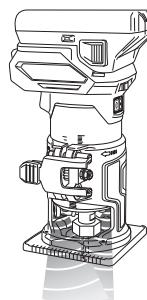

Fig. 31
4. Señales de aviso de luz LED (Fig. 31)